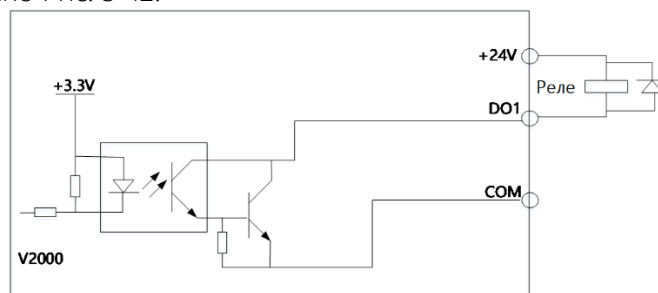

Рис. 3-12 Подключение многофункционального выхода с DC напряжением питания
1. Для многофункционального выхода DO 1 можно использовать внешний источник питания 24 В, подключение согласно Рис. 3-12.
5. Резисторы R на рис. 3-12 и 3-13 должны быть сняты при использовании реле на 24 В, сопротивление R должно быть выбрано согласно параметрам, предусмотренным для реле «не на 24 В».